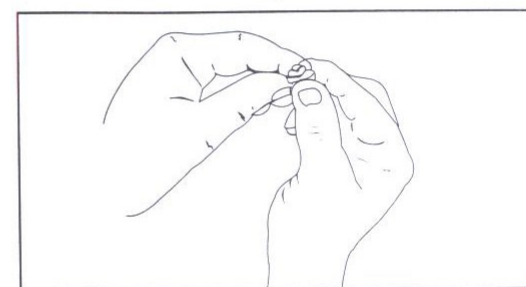

Fig. 22
5. Der trykkes på filtret, så olien spredes ud og overflødig olie fjernes (Fig. 22).